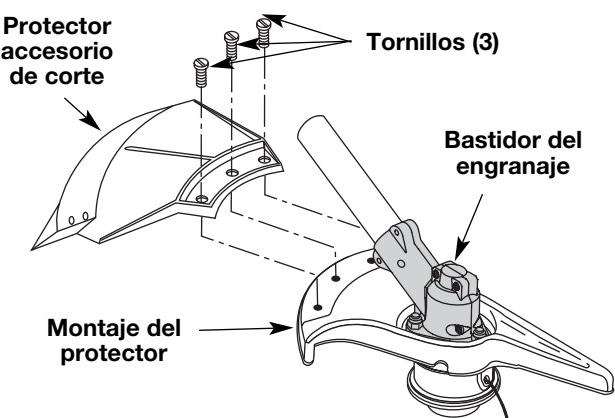

Fig. 6
Saque el protector accesorio de corte del montaje del protector retirando los tres (3) tornillos con un destornillador de vástago plano (Fig. 6). Guarde las piezas para usarlas en el futuro.
protector insertando 3 tornillos en el montaje del protector. Ajuste bien con un destornillador de vástago plano (Fig. 6).
2. Coloque el control de encendido y apagado en posición de **APAGADO** (O) (Fig. 6).